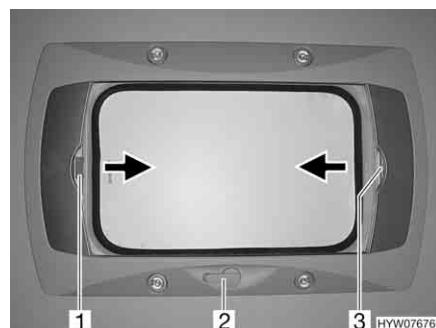

Fig. 36 Oblò a manovella
Apertura: ■ Ruotare la manovella (Fig. 36,2) fino a quando non si incontra resistenza (angolo di apertura max. 70°).
- Chiusura:** ■ Tirare la tendina oscurante pieghevole per la maniglia (Fig. 36,3) nella direzione della freccia fino alla posizione desiderata e rilasciare. La tendina oscurante pieghevole rimane in questa posizione.
- Chiusura:** ■ Tirare la zanzariera a rullo per la maniglia (Fig. 36,1) nella direzione della freccia verso la maniglia contrapposta della tendina oscurante pieghevole (Fig. 36,3) e farla innestare.
- Apertura:** ■ Tirare la maniglia della zanzariera a rullo (Fig. 36,1) dietro, verso l'alto, e sganciare la zanzariera a rullo dalla tendina oscurante pieghevole (Fig. 36,3).